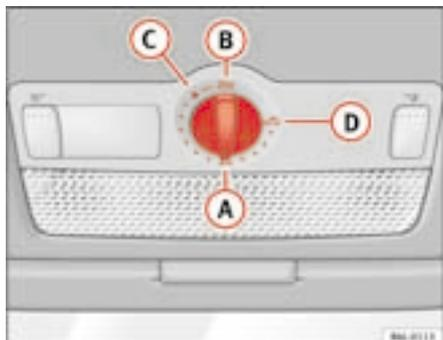

Fig. 53 Dettaglio del rivestimento interno del tettuccio: manopola per l'azionamento del tettuccio
- Ruotare la manopola sulla posizione **A** ⇒ fig. 53 ⇒ **⚠**.